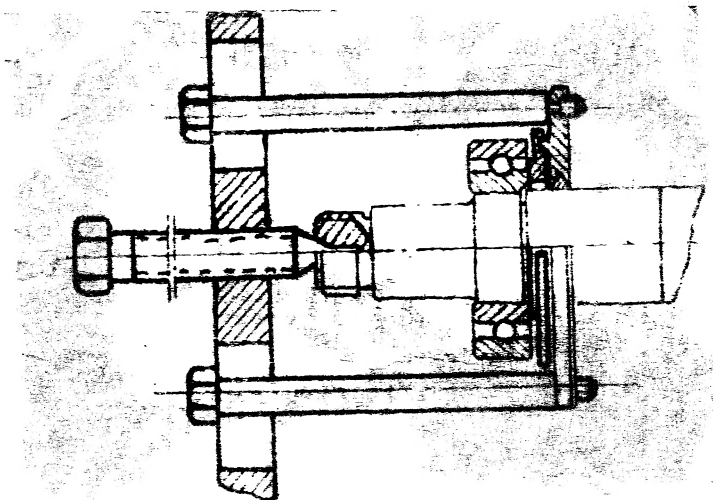

Рис. 22. Снятие подшипника
3. Вынуть шпонку 33 и снять подшипники 31 и 27 при помощи съемника и (рис. 22), имеющихся в комплекте ЗИП.